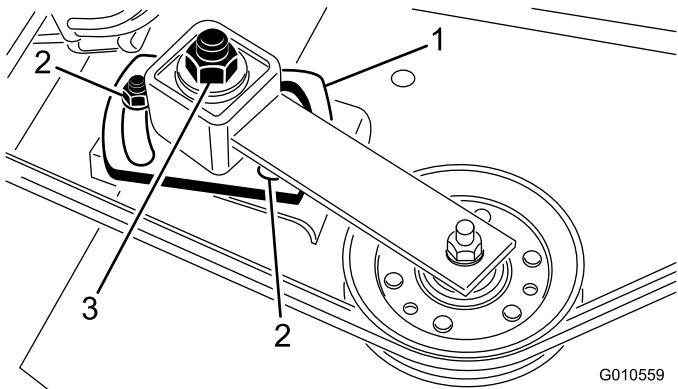

Bild 28
3. Lösen Sie die zwei Muttern, mit denen die Spannscheibe befestigt ist. Ziehen Sie die Einstellmutter der Spannscheibe mit einem Sechskantschlüssel oder Drehmomentschlüssel auf 24-41 N·m) an (Bild 28).